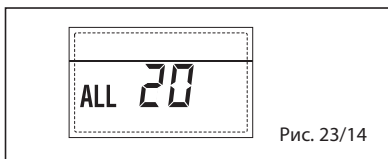

Рис. 23/14
– НЕПОЛАДКА ПОЛОМКИ ДАТЧИКА ПОДАЧИ ПЕРВОЙ СМЕШАННОЙ ЗОНЫ “ТРЕВ 21” (рис. 23/15)